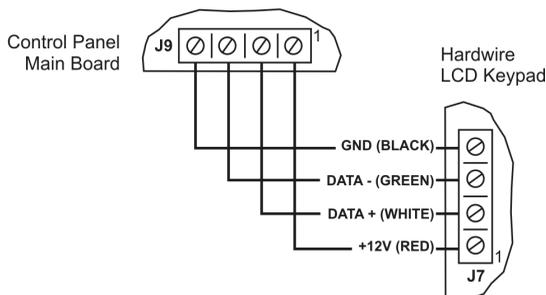

Figura 2.4: Connessioni per tastiera LCD
4. Collegare i conduttori nella morsetteria della tastiera ed in centrale, come indicato in Figura 2.4.